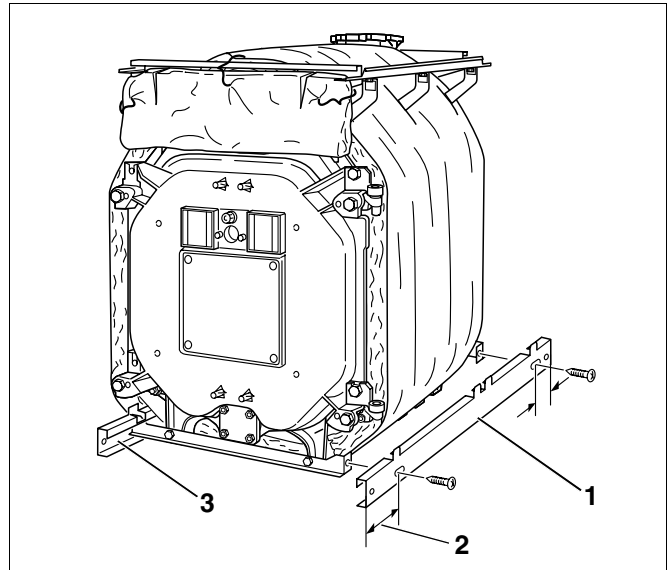

Fig. 47 Montering av side-sokkelskinner
- Heng sokkelskinnene (Fig. 47, **Pos. 1** og **3**) på de nedre tverrtraversene med det lange fremspringet fremover (Fig. 47, **Pos. 2**).